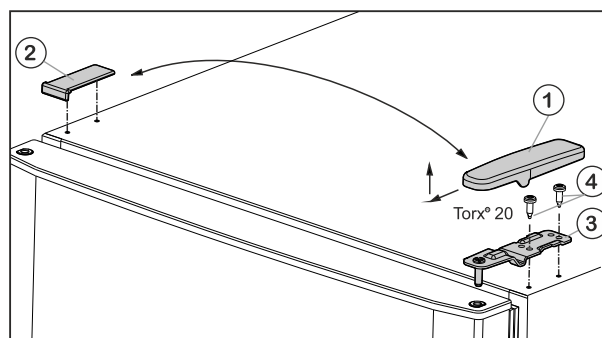

Fig. 5
- ▶ Enlever le cache Fig. 5 (1) vers l'avant et vers le haut.
- ▶ Retirer le cache Fig. 5 (2).
- ▶ Dévisser le support d'appui supérieur Fig. 5 (3) (2 Torx® 20) Fig. 5 (4) et retirer vers le haut.
- Placer le support d'appui supérieur Fig. 5 (3) sur le nouveau côté charnière de porte.
- Revisser le support de palier (**en appliquant un couple de 4 Nm**) (2 Torx® 20) Fig. 5 (4). Utiliser au besoin une visseuse sans fil.
- Remettre en place l'habillage Fig. 5 (1) du côté opposé depuis l'extérieur et l'enclencher.
- Remettre en place l'habillage Fig. 5 (2) du côté opposé depuis le dessus et l'enclencher.